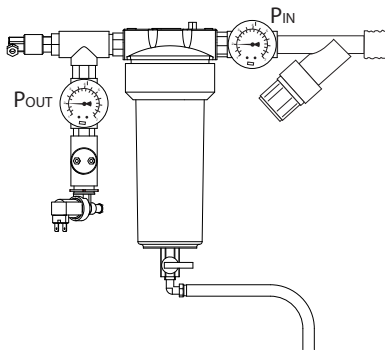

Рис. 1.а
Проверка фильтров осуществляется каждый месяц. Замена 9" фильтра (Рис. 1.с) требуется только при условии, что разность показаний давления двух манометров на РИС 1.а превышает 0.5 бар.
4. слейте воду из фильтра: откройте нижний кран фильтра и нажмите пробку в верхней части фильтра, чтобы слить воду (Рис. 1.б).